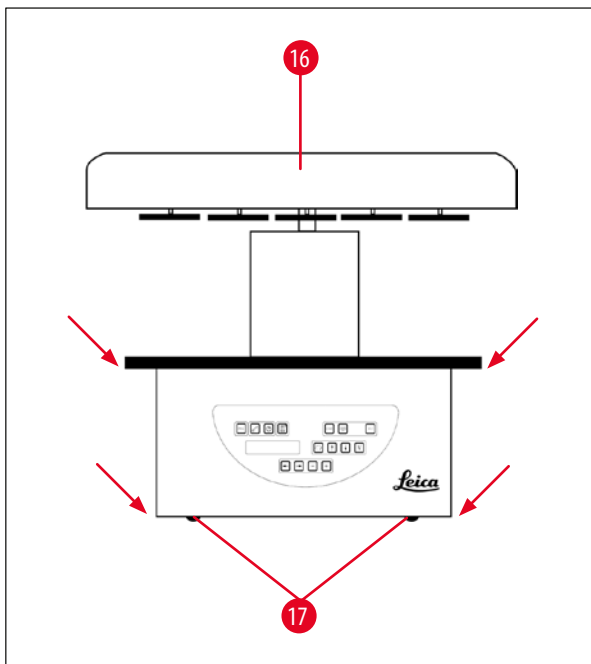

Fig. 12
- Pentru a ridica instrumentul, prindeți-l de platforma recipientului pentru reactivi sau de partea inferioară a carcasei (→ Fig. 12) și ridicați-l de pe placa de bază (→ Fig. 11-10).